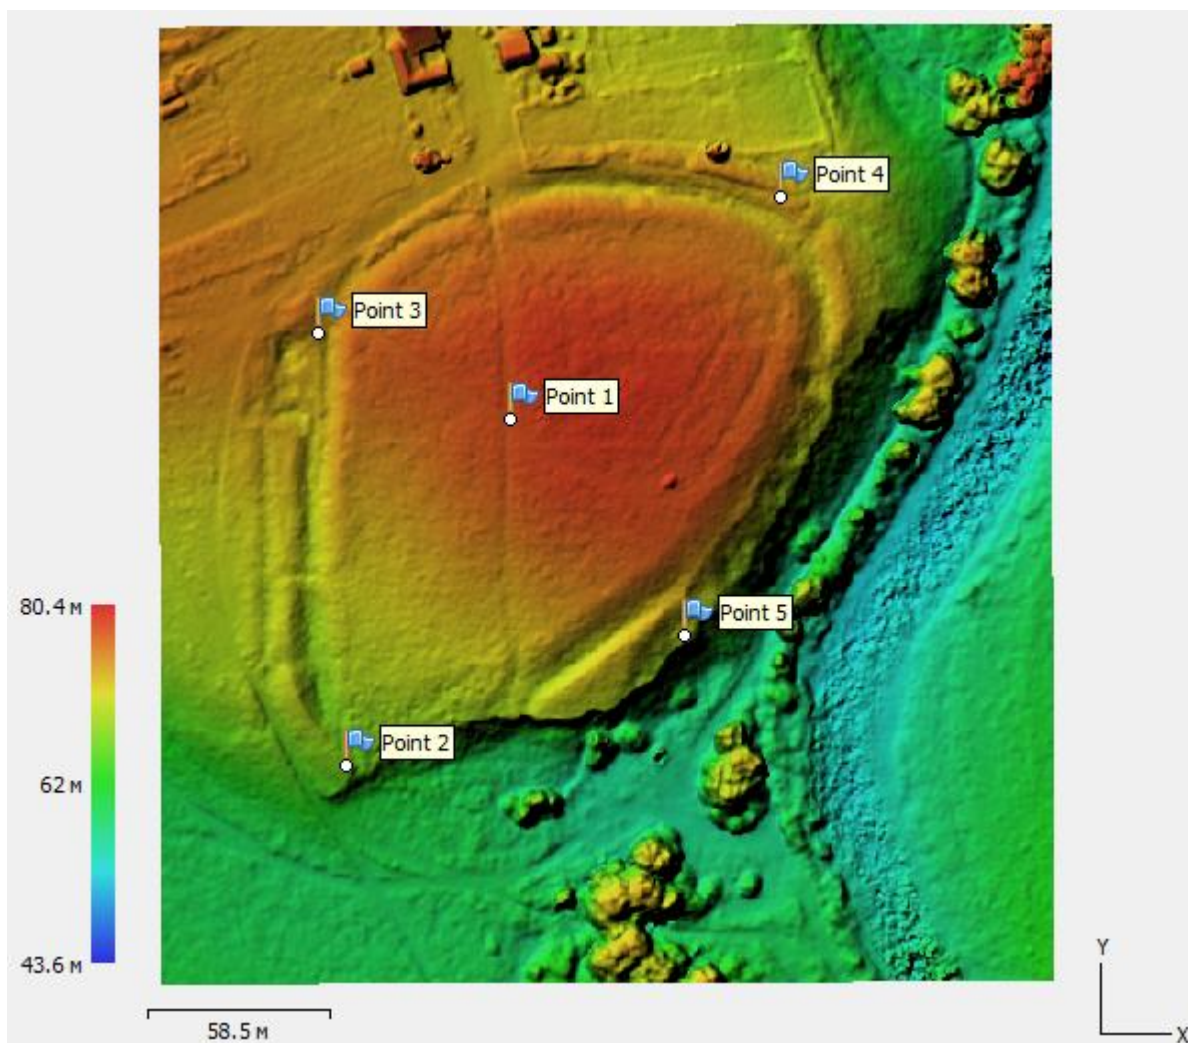

Рисунок 15. Пример полученной карты высот.
7. На следующем этапе выполняется построение карты высот (рис. 15). Критически важно на данном этапе указать «правильную» систему координат для перехода от градусных значений координат в метровые. Для этого в типе проекций выбираем Географическая, система координат – Универсальная проекция Меркатора соответствующей зоны. Для Республики Татарстан почти повсеместно (за исключением самых западных областей) соответствует зона 39N (EPSG: 32639).